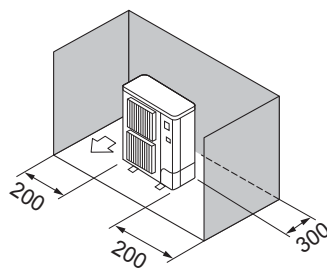

Fig. 2-5
- ③ Solo ostacoli posteriori e laterali (Fig. 2-5)